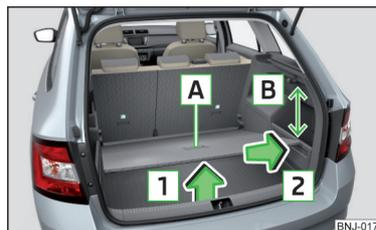

Fig. 103
- Levantar el suelo de carga variable en el mango **A** en el sentido de la flecha **1** de forma que su parte trasera se encuentre unos 15 cm **B** por debajo del borde de la cubierta enrollable » fig. 103.
- Agarrar el suelo de carga variable por el agarradero **A** » fig. 103.
Al extraer/introducir el suelo de carga variable se debe respetar la distancia de 15 cm **B** » fig. 103 por debajo del borde de la cubierta enrollable. De lo contrario existe peligro de dañar la junta de la tapa del maletero.